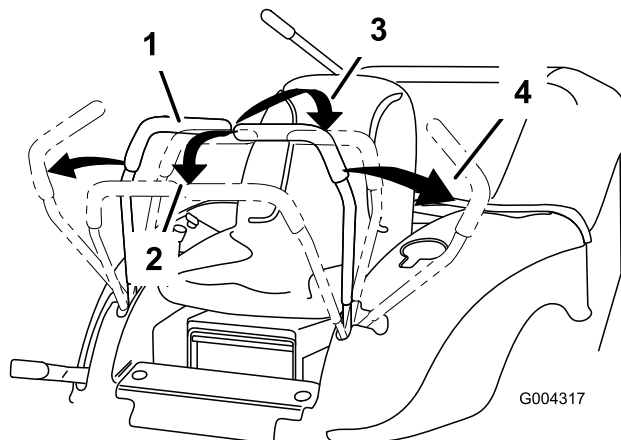

Figure 12
2. Pour vous déplacer en marche avant, poussez doucement les leviers de commande de déplacement vers l'avant (Figure 12).
Pour vous déplacer en ligne droite, appliquez une pression égale sur les deux leviers de déplacement (Figure 12).
Pour tourner, relâchez le levier de commande correspondant à la direction que vous voulez prendre (Figure 12).
2. Pour vous déplacer en marche arrière, tirez doucement les leviers en arrière (Figure 12).